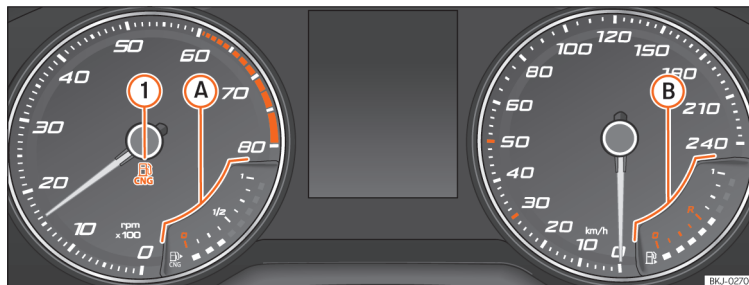

Fig. 67 Painel de instrumentos analógico: indicador do nível de gás natural
Acende-se a verde »» Fig. 67 ①